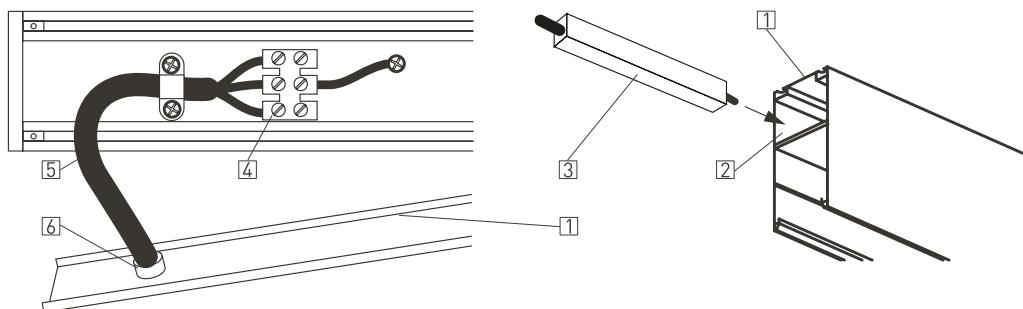

Рисунок 2. Установка блока питания в шинопровод.
- 3.1. Снимите заднюю крышку шинопровода [1], поддев ее край плоской отверткой (см. рисунок 2).